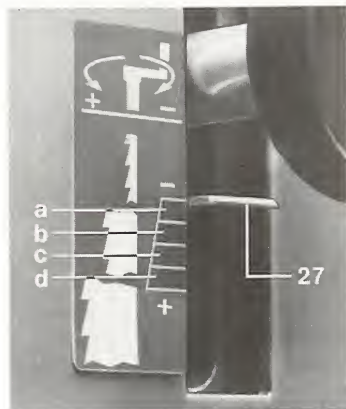

Bild 4
Wenn man die Kurbel im Uhrzeigersinn dreht, bewegt sich der Zeiger (27) (Bild 4) nach unten, und das Sägeblatt wird gespannt.
Schild an der Rückseite der Maschine (Bild 4) (Zeichen »+« = Drehen im Uhrzeigersinn = Spannen, Zeichen »-« = Entspannen).
Durch Drehen der Kurbel (1) im Uhrzeigersinn wird das Bandsägeblatt gespannt. Dabei wandert der Zeiger (27) (Bild 4) nach unten. Einstellen der Spannung des Sägeblattes wie unter »5 – Sägeblattspannung« angegeben.